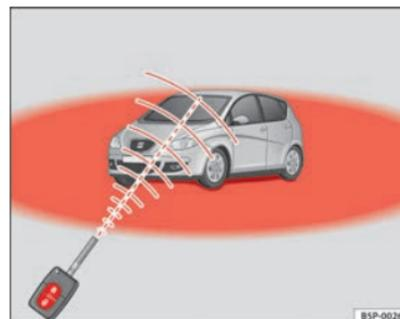

Fig. 65 Raggio d'azione del telecomando
- Il telecomando funziona soltanto se azionato all'interno del suo campo d'azione ⇒ fig. 65 (settore rosso).